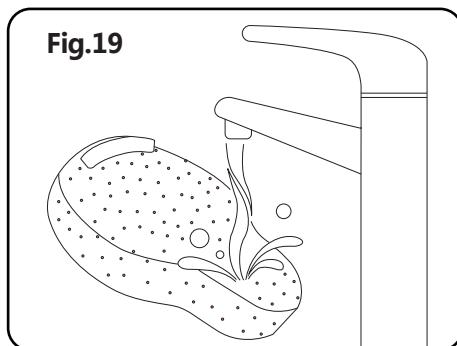

Fig.19
(6) Como en la fig.19, saque el filtro HEPA y lávelo.
(7) Lave la cubierta del filtro HEPA, el montaje HEPA, la esponja de salida y el depósito de polvo con agua y detergente, y séquelos antes de volver a usar la aspiradora.
(8) Ajuste el montaje del filtro HEPA en la cubierta del depósito y asegúrese de que los tres cubos salientes estén atrapados en las ranuras del depósito de polvo.
(9) Gire el montaje HEPA en la dirección que indica la marca en la cubierta del depósito..
(10) Monte el conjunto de la cubierta del depósito de polvo como indica la marca exterior.